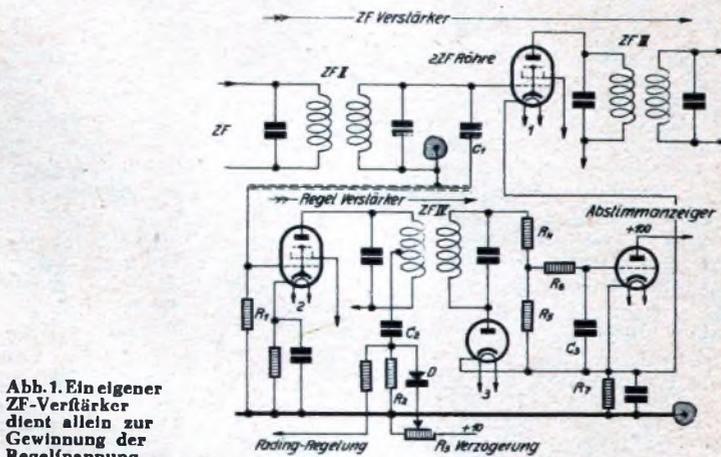

Abb. 1. Ein eigener ZF-Verstärker dient allein zur Gewinnung der Regelspannung.
Unsere Industriergeräte arbeiten durchwegs mit Drehkondensatoren, welche eine ausgesprochene, zumindest aber stark angenäherte logarithmische Charakteristik aufzeigen. Trägt man, wie dies in Abb. 1 geschehen ist, die Wellenlängen in logarithmischem Maßstab in Abhängigkeit von der Skalenteilung auf, so verläuft eine derartige Charakteristik geradlinig.
**Oben:** Abb. 1. Der hier gezeigte Skalenantrieb bewirkt, daß auf der linken Seite der Skala der Zeiger schneller wandert als auf der rechten. **Werkphoto: Saba**
Magneten in derselben Weise erfolgen, wie bei einem Gleichstromnetz. (Siehe Abb. 1.)